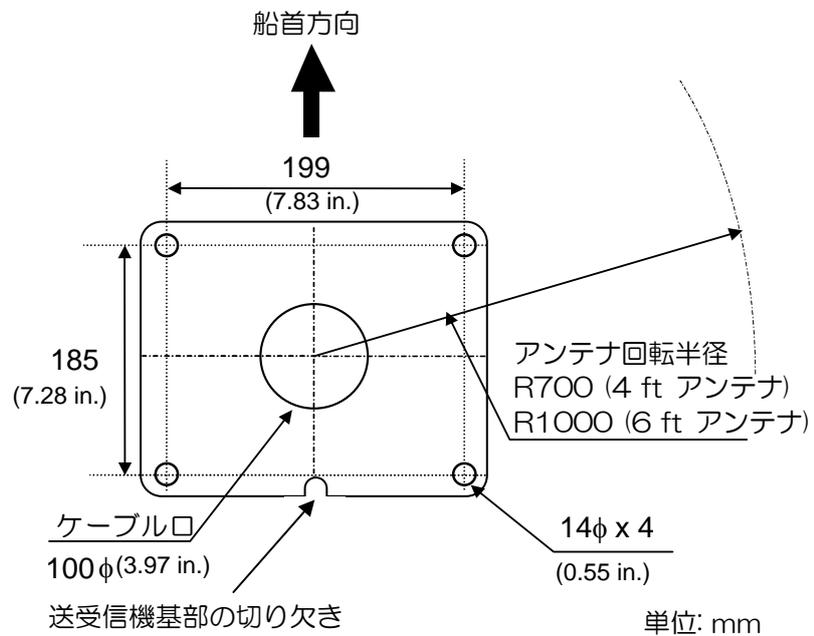

図 4.1 取付孔平面図
駆動部は図 4.1 に示すように、取付け基部の切欠き部分が船尾方向に向くように設置します。このように設置することで、保守作業がやり易くなります。4.4.1 項に述べた装備上の注意事項も併せて参考にしてください。
- (1) 直径 14mm の取付け穴を、図 4.1 を参照してプラットフォーム上の取付け面にあけます。
- (2) 所定の位置に空中線駆動部を置き、工事材料に含まれる 4 個の 12mm ステンレスボルトで固定します。